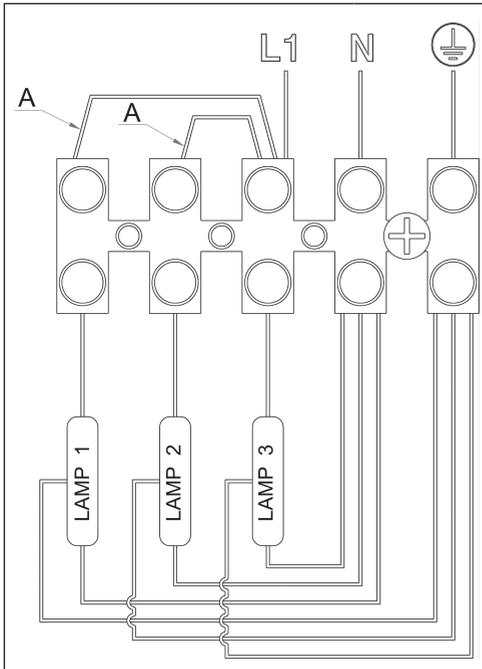

Fig. 7
- Para realizar uma conexão monofásica, conecte os conductores de fase, neutro e de terra, respectivamente nos polos da borneira marcados por L1- N - ⊕ (fig. 7). Gastem um cabo H07RN-F 3x2.5 mm².